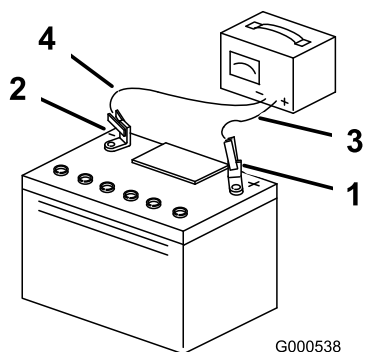

Figure 32
5. Quand la batterie est chargée au maximum, débranchez le chargeur de la prise, puis débranchez les fils du chargeur des bornes de la batterie (Figure 32).